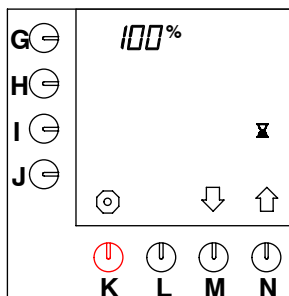

Fig. 46 Tiempo de pausa: 100 %
- Mantenga apretada la tecla de programación (N.)↑ hasta que en el display aparezca fig. 46 .